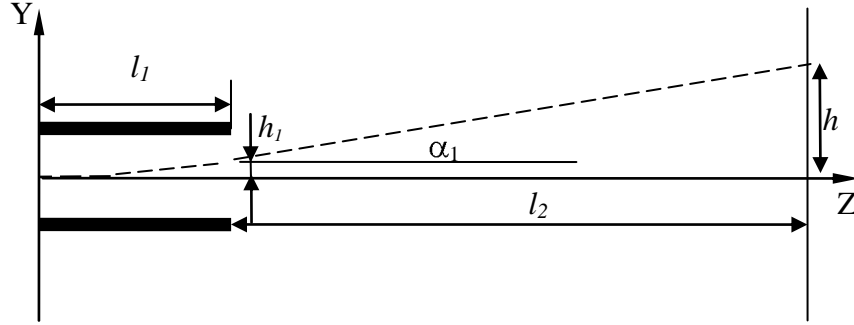

Рис. 3. Действие отклоняющих пластин.
Направление электронного пучка и, соответственно, положение точки на экране регулируется при помощи двух пар горизонтально и вертикально отклоняющих пластин. Рассмотрим их действие на примере одной пары (рис.3).
Как следует из выражения (8), траектория электрона между отклоняющими пластинами представляет параболу. На выходе из пластин траектория отклоняется от первоначального направления на угол α_1 и смещается на h_1 (рис. 3):